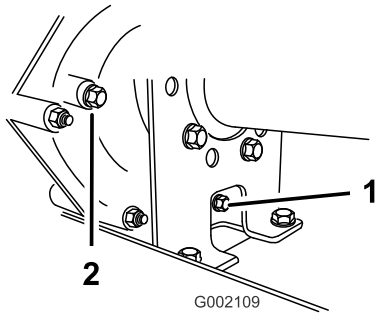

Figura 57
2. Pulite la superficie attorno al tappo di riempimento e di spurgo con un panno (Figura 57).
4. Estraiete il tappo di riempimento facendolo girare in senso antiorario (Figura 57).
5. Estraiete il tappo di spurgo facendolo girare in senso antiorario (Figura 57).
6. Installate e serrate il tappo di spurgo e la guarnizione del foro del tappo di spurgo della trasmissione (Figura 57).
specificato o fino a quando il livello di fluido nella trasmissione non è a livello con il fondo delle filettature. (Figura 57).
8. Installate e serrate il tappo di riempimento e la guarnizione del foro del tappo di riempimento della trasmissione (Figura 57).
10. Controllate il livello del fluido e aggiungetene altro se è al di sotto delle filettature del foro del tappo di riempimento (Figura 57).